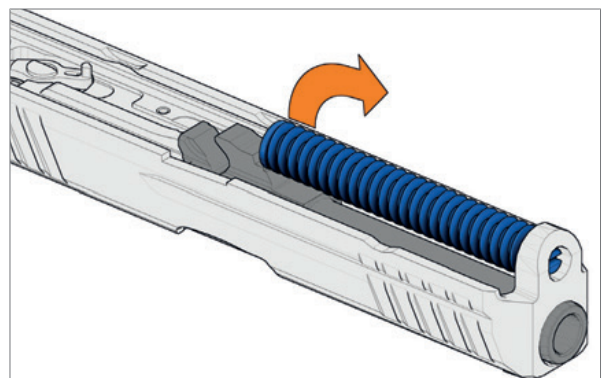

Abb. 50: Schließfeder entnehmen
6. Schließfeder aus dem Verschluss entnehmen (Abb. 50).